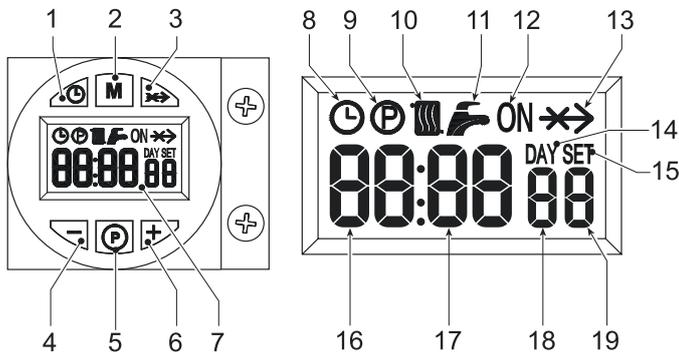

fig. 1 - Panel de mandos
La orden de encendido (generada por el cierre del contacto en los bornes 7-8 -ver fig. 13- en el funcionamiento con valores de fábrica) se indica por la activación del símbolo del radiador (10 - fig. 1).
1. Pulsarla tecla de ajuste de día y hora (1 - fig. 1).
2. En la pantalla (7 - fig. 1) parpadean los iconos **RELOJ** y **DÍA**: introducir el día actual de la semana con las teclas + y - (4 y 6 - fig. 1), considerando que 1=lunes y 7=domingo. Confirmar el día con la tecla de ajuste de día y hora (1 - fig. 1).
3. En la pantalla (7 - fig. 1) parpadean los dos dígitos de la **HORA ACTUAL**, y el icono del **RELOJ**: introducir la hora actual con las teclas + y - (4 y 6 - fig. 1), de 00 a 23. Confirmar la hora con la tecla de ajuste de día y hora (1 - fig. 1).
4. En la pantalla (7 - fig. 1) parpadean los dos dígitos de los **MINUTOS ACTUALES** y el icono del **RELOJ**: introducir los minutos exactos con las teclas + y - (4 y 6 - fig. 1), de 00 a 59. Confirmar los minutos con la tecla de ajuste de día y hora (1 - fig. 1). Funcionamiento en Calefacción automático, Manual ON, Manual OFF
El modo de funcionamiento se selecciona con la tecla (2 - fig. 1).
1. Durante el funcionamiento automático, en la pantalla (7 - fig. 1) aparece el icono **RELOJ**. La activación y desactivación del quemador dependen del programa semanal configurado. Durante la franja horaria de activación, en la pantalla (7 - fig. 1) aparece también el icono ON.
2. Durante el funcionamiento Manual ON, en la pantalla (7 - fig. 1) aparece solo el icono ON. El quemador está siempre encendido.
3. Durante el funcionamiento Manual OFF, en la pantalla (7 - fig. 1) no aparece ni el icono ON ni el icono **RELOJ**. El quemador está apagado.
El programa semanal tiene tres franjas horarias de encendido (ON) y tres de apagado (OFF) iguales para todos los días de la semana. Durante la franja horaria de activación, en la pantalla (7 - fig. 1) aparece el icono ON.
1. Pulsar la tecla de programación P (5 - fig. 1).
2. Seleccionar el día que se desee programar con las teclas + y - (4 y 6 - fig. 1):
3. Pulsarla tecla de programación P (5 - fig. 1):
- Utilizar las teclas + y - (4 y 6 fig. 1) para modificar el inicio de la primera franja horaria de encendido, por ejemplo 06:00. Pulsar la tecla de programación P (5 - fig. 1).
- Utilizar las teclas + y - (4 y 6 fig. 1) para modificar el inicio de la primera franja horaria de apagado, por ejemplo 09:00. Pulsar la tecla de programación P (5 - fig. 1).
- Utilizar las teclas + y - (4 y 6 fig. 1) para modificar el inicio de la segunda franja horaria de encendido, por ejemplo 12:30. Pulsar la tecla de programación P (5 - fig. 1).
- Utilizar las teclas + y - (4 y 6 fig. 1) para modificar el inicio de la segunda franja horaria de apagado, por ejemplo 14:00. Pulsar la tecla de programación P (5 - fig. 1).
- Utilizar las teclas + y - (4 y 6 fig. 1) para modificar el inicio de la tercera franja horaria de encendido, por ejemplo 16:00. Pulsar la tecla de programación P (5 - fig. 1).
- Utilizar las teclas + y - (4 y 6 fig. 1) para modificar el inicio de la tercera franja horaria de apagado, por ejemplo 23:30. Pulsar la tecla de programación P (5 - fig. 1).
11. Pulsar la tecla de programación P (5 - fig. 1) durante 3 segundos para salir de la programación.
Para acceder al menú Parámetros, pulsar la tecla de programación M (2 - fig. 1) durante 5 segundos. Se visualiza el parámetro u01, indicado por la expresión SET01. Pulsar la tecla P (5 - fig. 1) para desplazar la lista de parámetros.
Para modificar el valor de un parámetro, pulsar las teclas + y - (4 y 6 - fig. 1): la modificación se guarda automáticamente. Tras modificar el parámetro, esperar 3 segundos: el dato parpadea y queda memorizado.
Para salir del menú, pulsar la tecla de selección del modo de funcionamiento M (2 - fig. 1) durante 5 segundos.
Para acceder al menú Parámetros, pulsar la tecla de programación P (5 - fig. 1) durante 10 segundos. Se visualiza el parámetro t01, indicado por la expresión SET01. Pulsar la tecla P (5 - fig. 1) para desplazar la lista de parámetros.